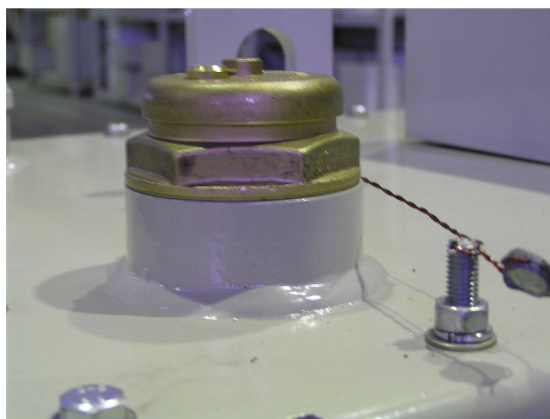

Рис. 5.3 Предохранительный клапан
5.3.1 Предохранительный клапан (клапан сброса давления) (рис. 5.3) служит для защиты бака трансформатора от аварийного превышения давления.